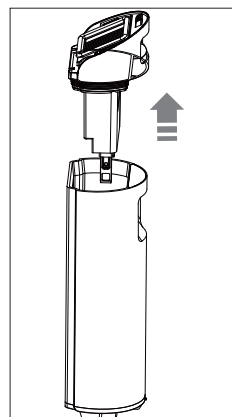

Fig. 10 – Retirada de la tapa
- ▶ Tire del tapón del depósito de agua sucia hacia arriba (véase Fig. 10).